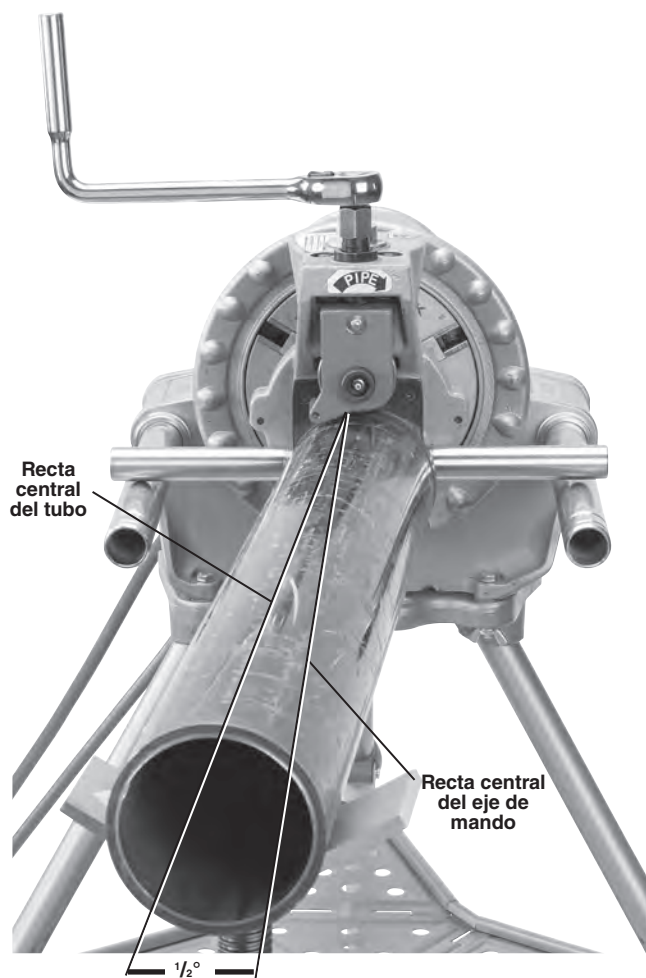

Figura 9 – Descentrado del tubo en medio grado, acercándolo al operario (exagerado en la imagen)
7. Coloque el tubo y los soportatubos ligeramente descentrados, desviados en aproximadamente $\frac{1}{2}$ grado (como 1" a 10 pies de distancia desde la ranuradora a rodillos) hacia el operario. Si el tubo y la ranuradora a rodillos están bien alineados, se asegura el correcto recorrido sobre el tubo durante el ranurado (vea la Figura 9).
- Aumente ligeramente el ángulo de descentrado del tubo. Acerque el tubo al operario en 1 grado, en vez de $\frac{1}{2}$ grado. *Vea la Figura 9.*